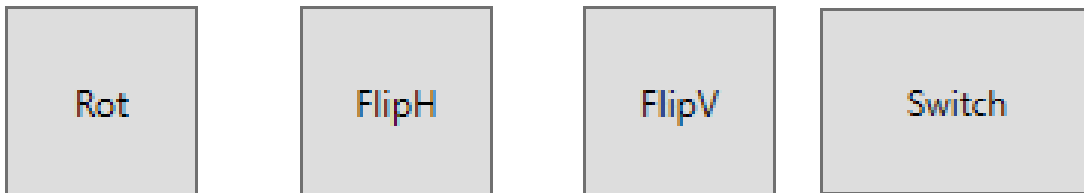

Abbildung 7-8 Schaltflächen zur Bewegung.
Die Filmverarbeitung bzw. die Segmentierung und Ausrichtung erfolgen automatisch im Hintergrund. Die vorderen (A) und die oberen/linken (S/L) Ränder müssen ausgerichtet sein. Ist dies nicht der Fall, gibt es verschiedene Bewegungsoptionen sowohl für A/L- als auch A/S-Filme, die es dem Anwender ermöglichen, diese auszurichten (siehe Abbildung 7-8).